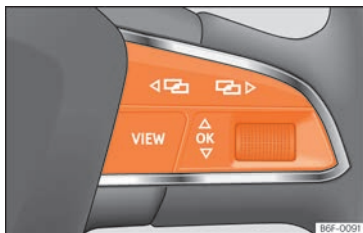

Fig. 133 Lato destro del volante multifunzione: tasti per l'utilizzo dei menu e delle indicazioni informative del quadro strumenti.
In presenza di un avvertimento con priorità 1 » pag. 118, non sarà possibile accedere ad alcun menu. Alcuni avvertimenti possono essere confermati o nascosti con il tasto **OK** del volante multifunzione » **fig. 133**.
- Se viene visualizzato un messaggio o il pittogramma di un veicolo, premere il tasto **OK** » **fig. 133**, se necessario ripetutamente.
- Per cambiare menu usare i tasti **◀** o **▶** » **fig. 133**.
- Per aprire il menu o l'indicazione informativa visualizzata premere il tasto **OK** » **fig. 133** o attendere alcuni secondi, finché il menu o
- Nel menu visualizzato ruotare la manopola destra del volante multifunzione » **fig. 133** finché non verrà marcata l'opzione del menu desiderata. L'opzione appare contrassegnata.
- Premere il tasto **OK** » **fig. 133** per effettuare le modifiche desiderate. Una marcatura indica che il sistema o funzione in questione è attivato.
Premere il tasto **◀** o **▶** » **fig. 133**.